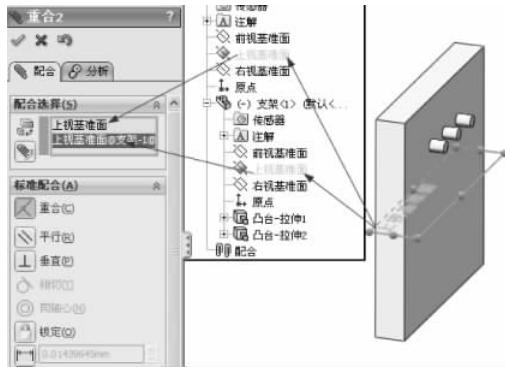

图 3-75 上视基准面重合
(5) 继续进行配合约束,在【标准配合】选项组下选择【重合】配合类型 ,在【配合选择】选择框中选择如图 3-75 所示的装配体环境下的上视基准面和支架零件的上视基准面,单击【确定】按钮 ,完成上视基准面重合的配合。